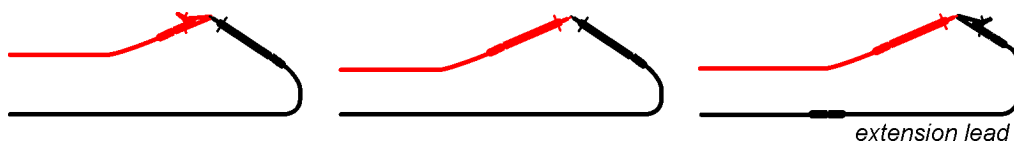

Abbildung 11.43: Kurzgeschlossene Prüflleitungen
- ❑ Schließen Sie das Prüfkabel am Gerät an, und schließen Sie die Prüfleitungen miteinander kurz (siehe **Abbildung 11.43**).